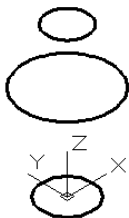

图 9-63 存在的横截面
(1) 打开随书光盘“CH9”文件夹中的“BD_放样.dwg”文件。在该文件中包含有 3 个横截面，如图 9-63 所示。
(2) 选择“绘图”→“建模”→“放样”菜单命令，或者单击“放样”按钮，接着根据命令行的提示进行如下操作。